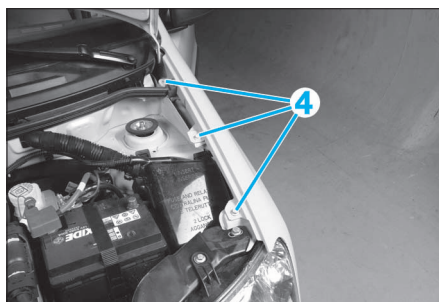

FIG. 15
- Déposer les vis de fixation (4) (Fig.15).